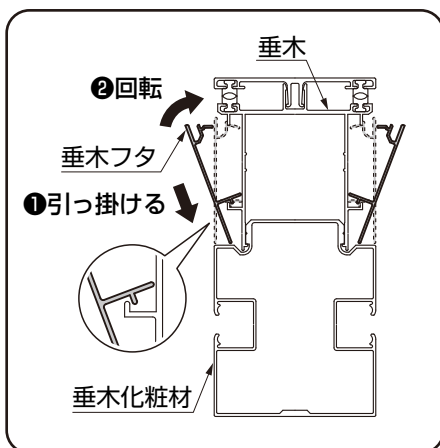

図2-5
②垂木フタをローマンシェードに突きあてて、垂木にはめ込んでください。(図2-5参照)